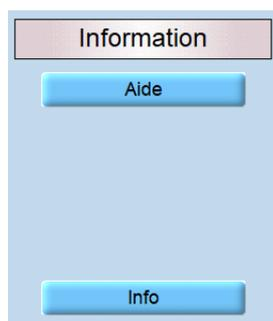

Figure 93
**Info** : Affiche des informations telles que le numéro de série et la version du logiciel (Figure 93).